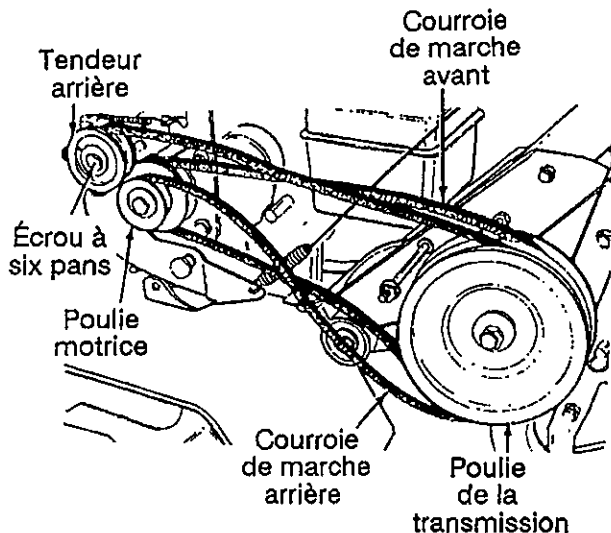

FIGURE 16
### COURROIE DE MARCHE ARRIÈRE (voir la figure 16)
4. Enlevez l'écrou à six pans qui retient le tendeur de marche arrière sur le support du tendeur. Voir la figure 16. Faites glisser le tendeur et enlevez la courroie.